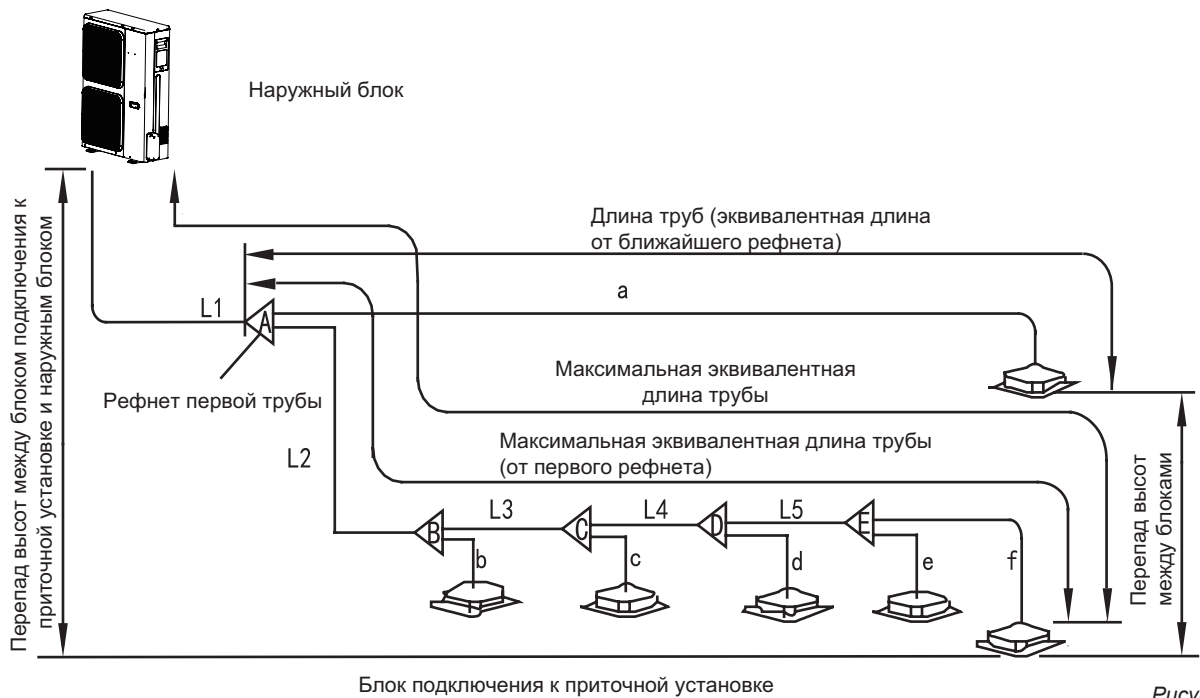

Рисунок 4-5
- 2) Пример 1. Общая мощность расположенных ниже по цепочке в линии L2 вблоков (см. Рисунок 4-5) 45 × 2=90; в соответствии с Таблицей 4-4 диаметры трубы газовой линии/ жидкостной линии L2 составляют Ø 15,9/ Ø 9,5.